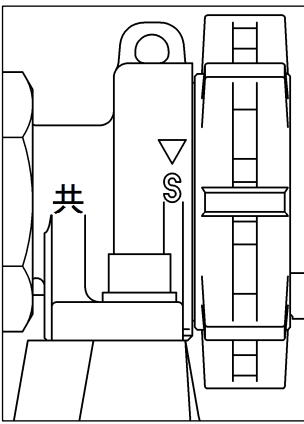

図 10
- ・スライダケースに「共」の表示がある製品（図 10 参照）は、下記のサイズの O リングを使用しています。